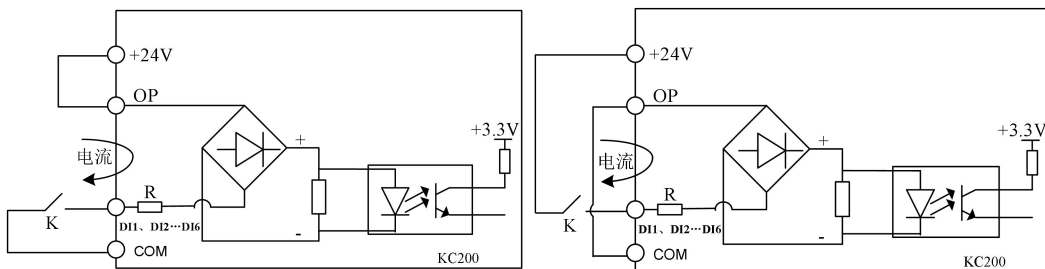

图 3-6 使用内部 24V 电源的接线方式
KC200 多功能输入端子采用了全桥整流电路，如图 3-6 所示。OP 是 DI1~DI6 的公共端子，流经 PLC 端子的电流可以是拉电流，也可以是灌电流。DI1~DI6 与外部接口方式非常灵活，典型的接线方式如下：
1) 使用变频器内部的 24V 电源，接线方式如图 3-6。